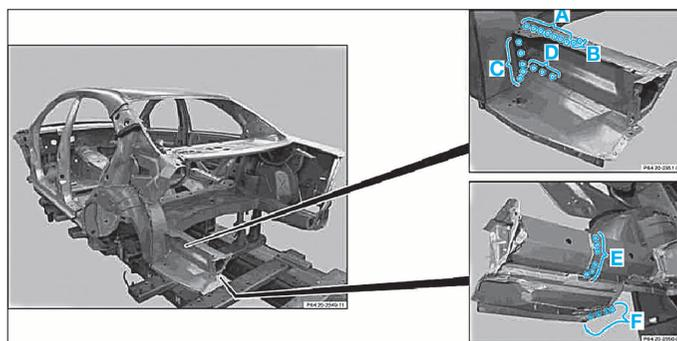

FIG. 93
- Fraiser les points de soudure (A), (B), (C), (D), (E) et (F) (Fig.93).